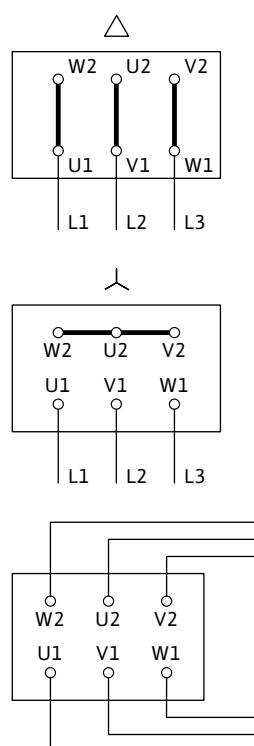

Рис. 17. Подключение к электросети
Схема электрического подключения находится в крышке клеммной коробки (см. также Рис. 17).
- Подключение к электросети зависит от мощности электродвигателя  $P_2$ , сетевого напряжения, а также типа пуска. Необходимое переключение соединительных перемычек в клеммной коробке можно определить по следующей таблице «Табл. 4. Распределение клемм» на стр. 23 и Рис. 17.